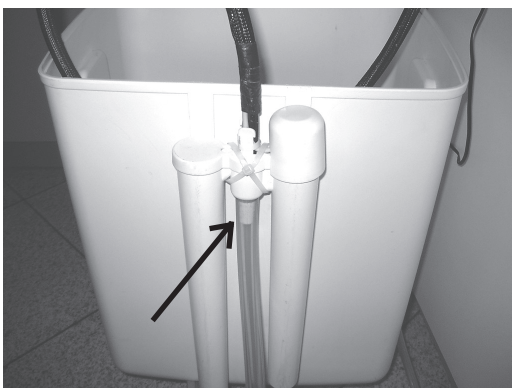

Abb. 2
5. Befestigen Sie den Notüberlaufschlauch an der Rückseite des Salzbehälters (Abb. 2).